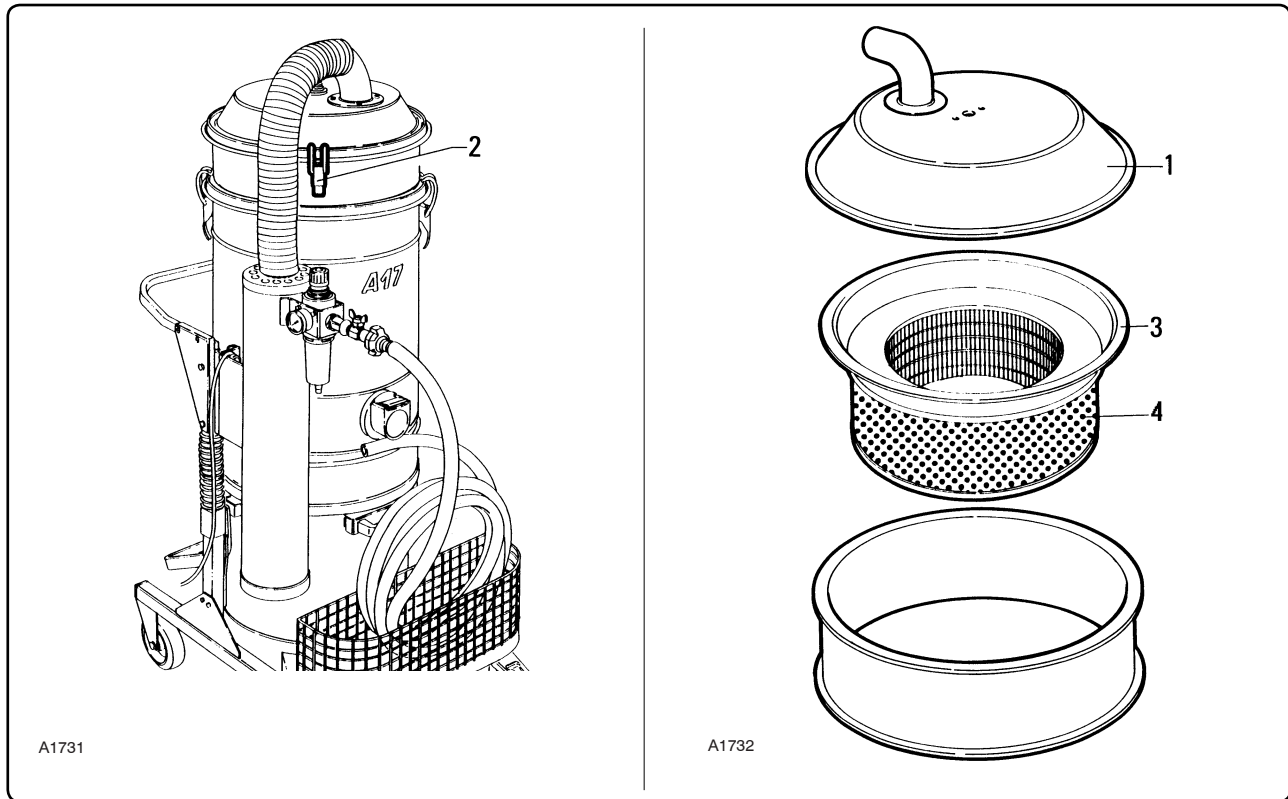

Fig. 7.5.6
7.5.4 - Sostituzione del filtro assoluto "K1" montato in aspirazione fig. 7.5.6
7.5.4 - Replacing the absolute filter "K1" mounted on the intake fig. 7.5.6
7.5.4 - Remplacement du filtre absolu "K1" monté à l'aspiration fig. 7.5.6
7.5.4 - Sustitución del filtro absoluto "K1" montado en aspiración fig. 7.5.6